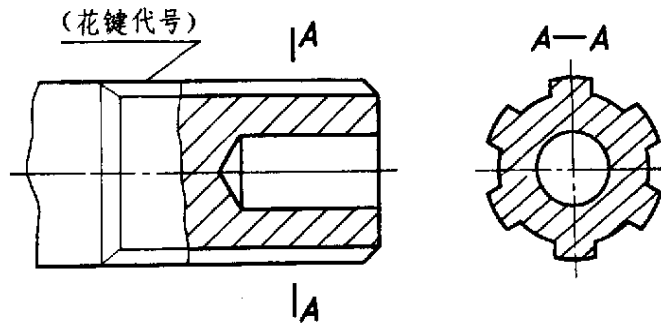
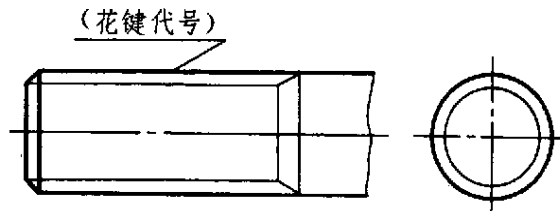

图 3
图 4
1.1.4 外花键局部剖视的画法见图3；垂直于花键轴线的投影面的视图按图4绘制。
采用有关标准规定的花键代号标注时，其注法如图 3 所示。